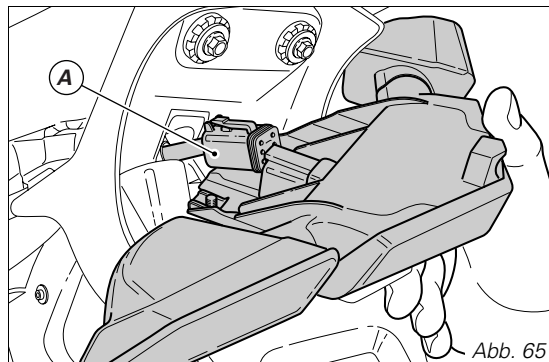

Abb. 65
Den Stecker (A) der hinteren Verkabelung lösen, dann die Rücklichthalterung (Abb. 65) abnehmen.